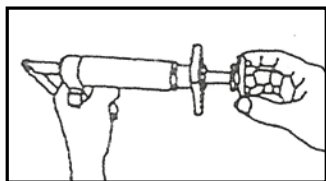

FIG 1
Fixer un adaptateur magnétique (1) approprié sur l'outil, puis placer l'outil sur le corps de l'étrier. Voir FIG 1. (La tige de pression sert à connecter l'adaptateur magnétique au tube de pression. Pour régler correctement le frein anticlinal, choisir un adaptateur magnétique approprié en l'insérant dans la tige de pression installée sur le corps de l'étrier.)